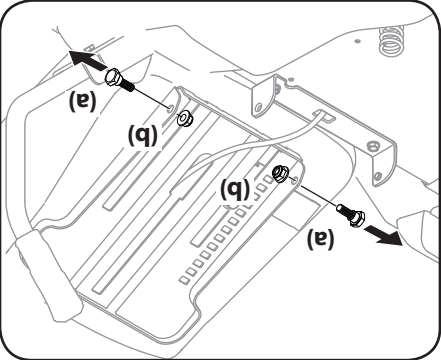

Figure 2-2
2. Enlevez les deux boulons à épaulement (a) et les deux contre-écrous (b) qui se trouvent sur la cuvette du siège, comme à la Figure 2-2.